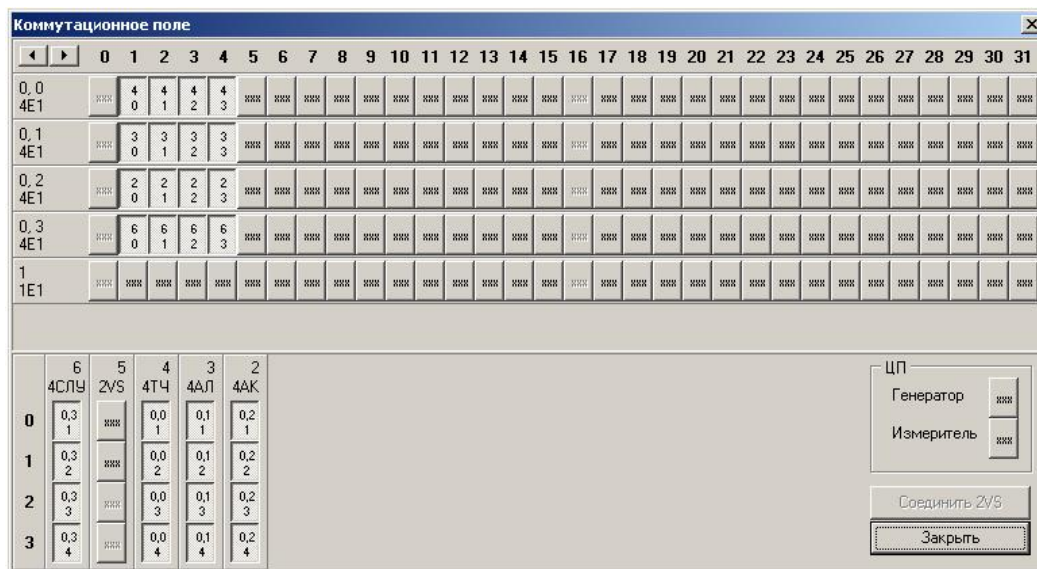

Рисунок 30
- выбрать пункт меню «Конфигурация»>«Коммутационное поле», на экране появится окно с каналами, доступными для коммутации (рис. 30), в верхней части которого расположены каналы потоков E1 (для потоковых плат), а в нижней – комплекты плат периферии. Кнопки, соответствующие каналам, которые уже соединены, выглядят нажатыми, а для каналов, которые не соединены - поднятыми вверх;
- выбрать пункт меню «Конфигурация»>«Коммутационное поле», на экране появится окно с каналами, доступными для конфигурации (рис. 30), в верхней части которого расположены каналы потоков E1 (для потоковых плат), а в нижней - комплекты плат периферии;
- выбрать пункт меню «Конфигурация»>«Коммутационное поле», на экране появиться окно с каналами, доступными для конфигурирования (рис. 30), в верхней части которого расположены каналы потоков E1 (для потоковых плат), а в нижней - комплекты плат периферии;
- выбрать пункт меню «*Конфигурация*>*Коммутационное поле*», на экране появится окно с каналами, доступными для коммутации (рис. 30), в верхней части которого расположены каналы потоков E1, а в нижней - комплекты плат периферии;
- отметить с помощью левой кнопки мыши каналы потока E1, с которыми предполагается установить соединение для данного комплекта платы. Количество отмеченных каналов (N) определяет скорость обмена информации через данный комплект ($V=N \times 64 \text{ кбит/с}$);